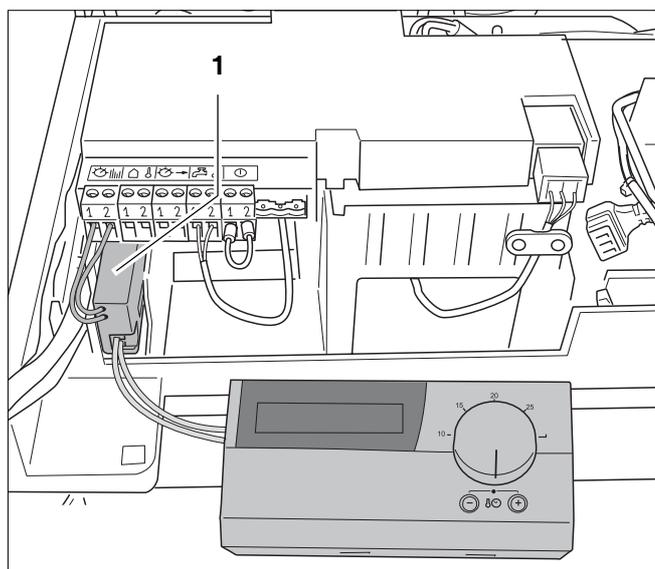

Fig. 30 Collegare iRT30, MBC5 o Logica 2
- Per il collegamento di un regolatore a modulazione iRT30, Logica 2 o di un MBC5, utilizzare un adattatore RCC. L'adattatore RCC (fig. 30, **pos. 1**) non è incluso nella fornitura della caldaia e deve essere ordinato separatamente. Per il collegamento, utilizzare un cavo a due fili con sezione di 0,4 - 0,75 mm2.